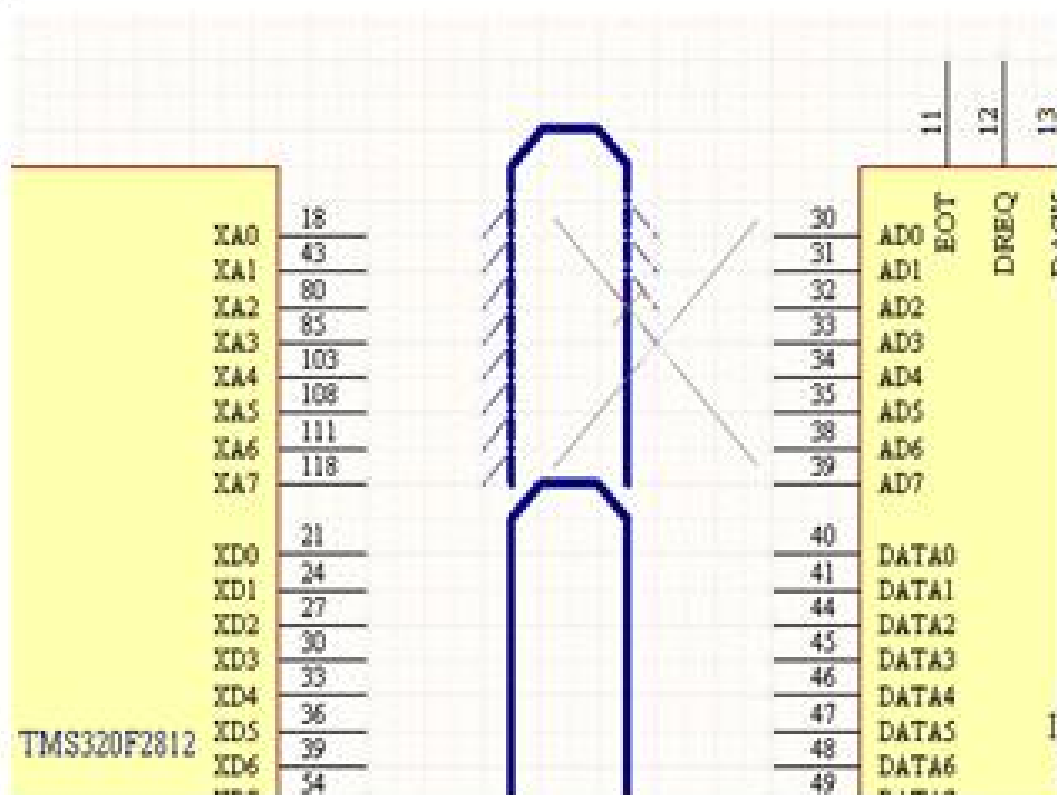

图 3-79 放置总线入口
- 2) 在导线与总线之间单击,即可放置一段总线入口分支线。同时在该命令状态念下,按**Space**键可以调整总线入口分支线的方向,如图3-79所示。